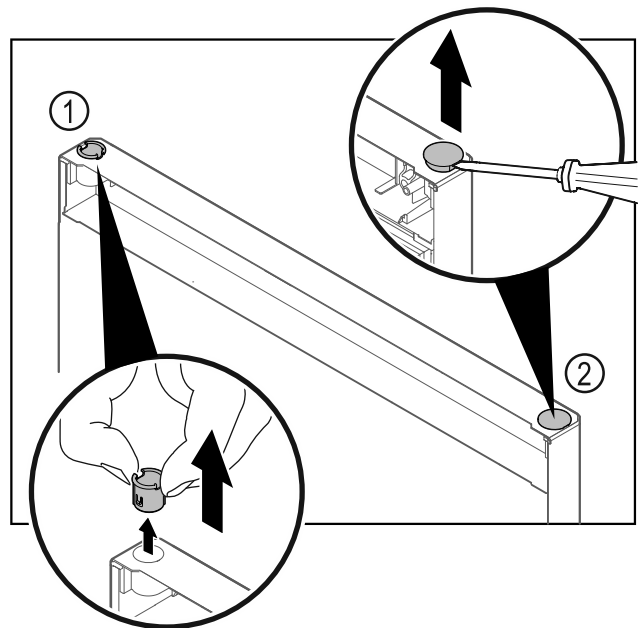

Fig. 14
- ▶ Vytiahnite puzdro závesu Fig. 14 (1) prstami.
- ▶ Plochým skrutkovačom opatrne nadvihnite kryciu zátku Fig. 14 (2) a vytiahnite ju.